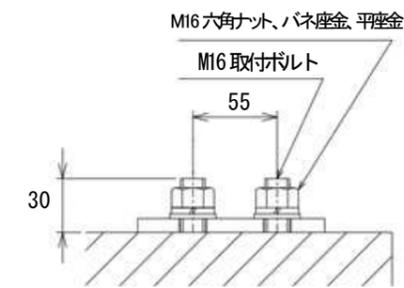

図4 取付ボルト設置例
- 投光器は建造物の取付面に図4の取付穴間隔(55mm)でM16取付ボルトを2本設置し、台座の穴に挿入して2本の取付ボルト各々に平座金、バネ座金、M16六角ナットを入れ適正締付トルク94~108N・mで確実に締付けてください。